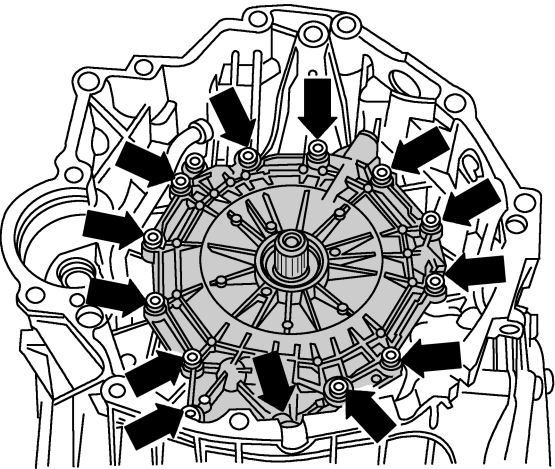

图 2-2-17 旋出螺栓
(1) 彻底排放 ATF。如图 2-2-17 中箭头所示，旋出螺栓，用塑料锤小心地敲击输入轴的法兰盖板，使输入轴的法兰盖板从密封件上脱开。
(8) 在安装到最后几毫米时向左转动输入轴，以便输入轴能卡入中间传动机构的斜齿内。
(9) 以交叉方式逐步拧紧螺栓，如图 2-2-17 中箭头所示。
(10) 添加 ATF 并在安装自动变速器之后检查并校正 ATF 的油位。